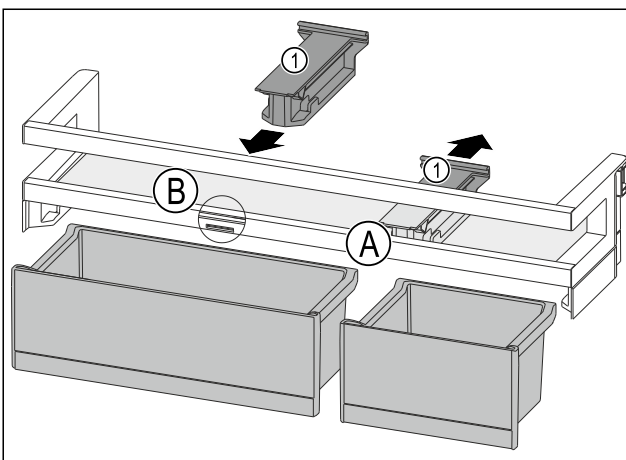

Fig. 184
- ▶ Кріпильний елемент Fig. 184 (1) у положенні Fig. 184 (A) витягніть рухом донизу.
- ▶ Кріпильний елемент Fig. 184 (1) вставте у положення Fig. 184 (B).